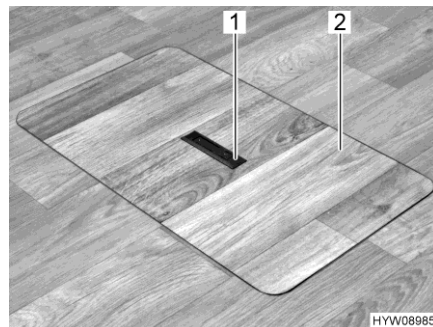
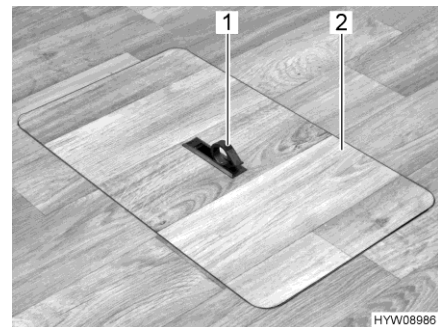

Fig. 82 Copertura vano pavimento (maniglia abbassata)
Fig. 83 Copertura vano pavimento (maniglia estratta)
- Spingere la piastra di presa (Fig. 82,1) verso il basso da un lato. La maniglia (Fig. 83,1) viene ruotata verso l'alto.
- Alzare la copertura (Fig. 83,2).
- Collocare la copertura (Fig. 83,2) nell'intelaiatura presente sul fondo.